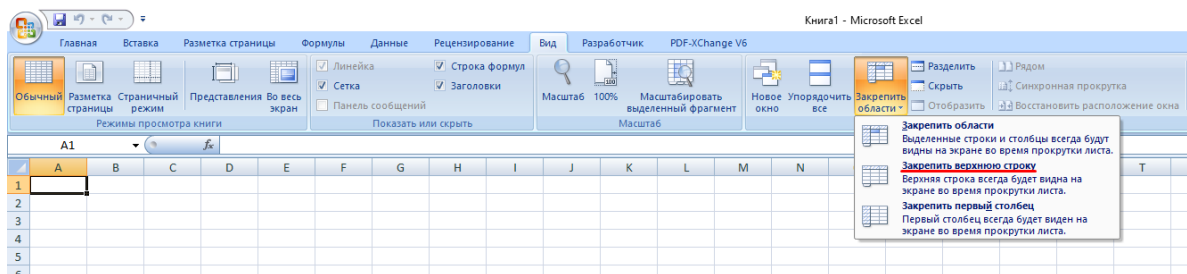

Рисунок 6
- Выделите ячейку A1 на листах Зима, Весна, Лето, Осень и закрепите первую строку. Для этого на вкладке Вид выбрать *Закрепить области* → *Закрепить верхнюю строку* (рис. 6).